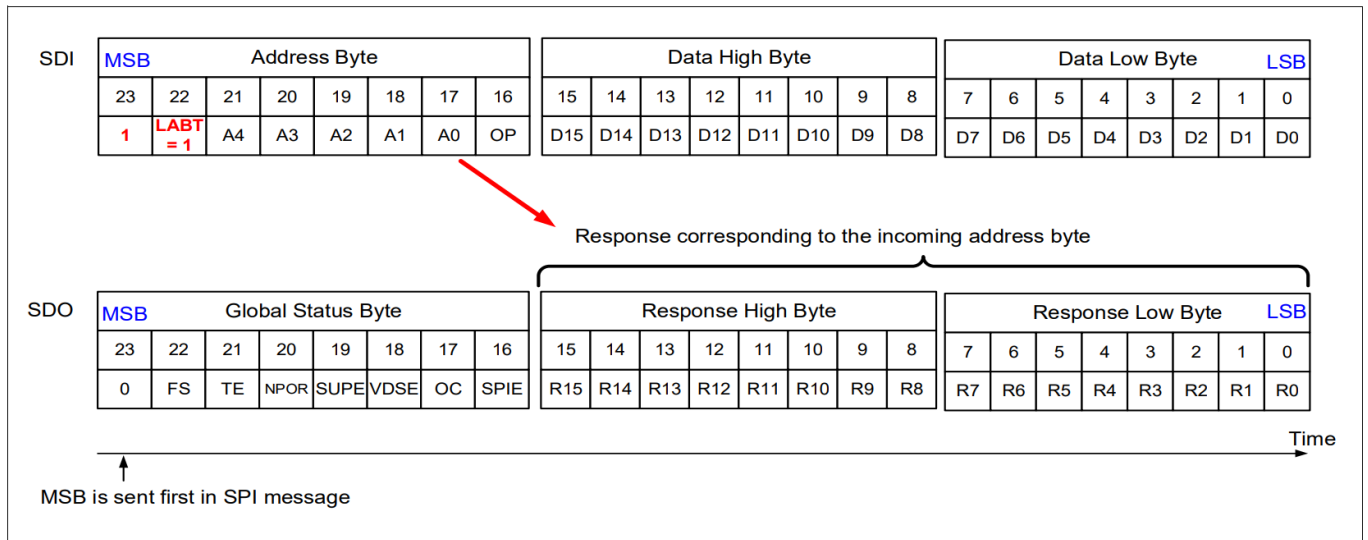

图 43 单独从机选择的帧内响应
地址字节指定 (见图 43):
1) OP 位是该地址字节的最低有效位, 参见图 43